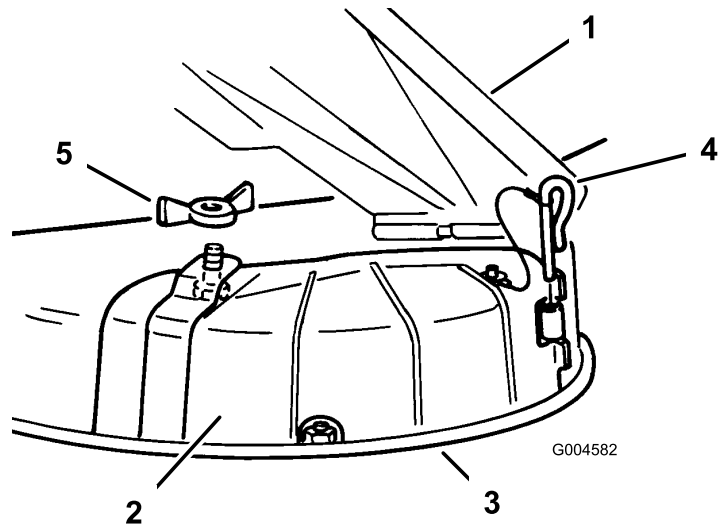

Рисунок 11
3. Отверните барашковую гайку и болт крепления крышки (Рисунок 11).
4. Снимите ось петли, которая крепит крышку к деке (Рисунок 11).
- Поднимите отражатель травы, поместите крышку выброса поверх отверстия на нижнюю кромку газонокосилки и введите ее в переднюю петлю (Рисунок 11).
- Вставьте ось петли в петлю (Рисунок 11).
- Закрепите крышку выброса на газонокосилке с помощью барашковой гайки (Рисунок 11).